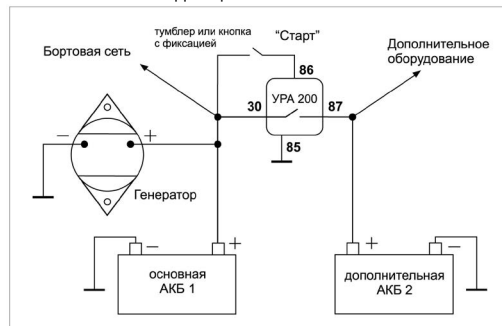

Рис.1. Схема подключения устройства развязки аккумуляторов
1.3 Подключить устройство в соответствии со схемой рис.1, используя провода сечением: